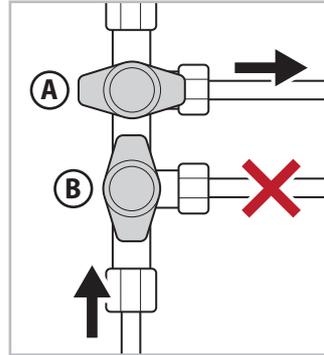

Abb. 6.29 - Öffnen und Schließen der Hähne
**Betrieb:** Die Hähne sind geschlossen (**B** - Abb. 6.29), wenn sich der Griff senkrecht zur Auslassleitung befindet und geöffnet (**A** - Abb. 6.29), wenn der Griff in die gleiche Richtung weist wie die Auslassleitung.